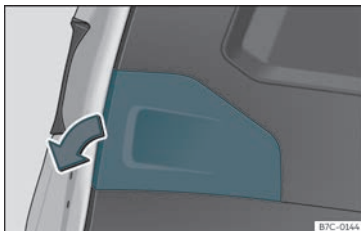

Fig. 51 Porta da bagageira aberta: retirar a tampa.
- Retirar a tampa da porta da bagageira no sentido da seta»» **Fig. 51**.